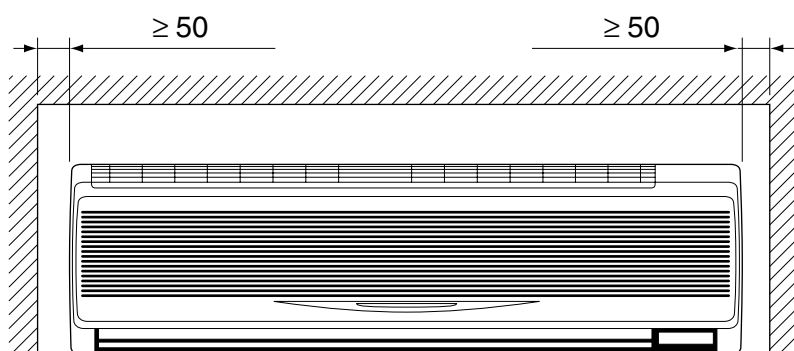
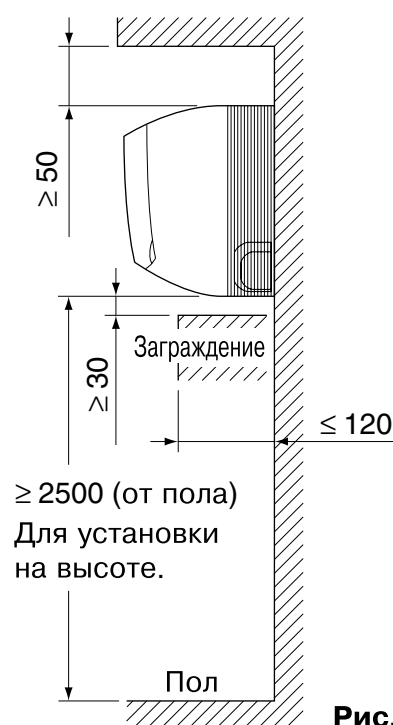

Рис. 1
Рис. 2
(1) Выберите для установки такое место, где выполняются указанные ниже условия и удовлетворяются запросы пользователя.
- С наличием свободного пространства, достаточного для технического и сервисного обслуживания. **(См. рис. 1 и рис. 2)**